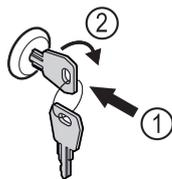

Fig. 46 Représentation à titre d'exemple
- ▶ Insérer la clé Fig. 46 (1).
- ▶ Tourner la clé à 90° dans le sens horaire Fig. 46 (2).